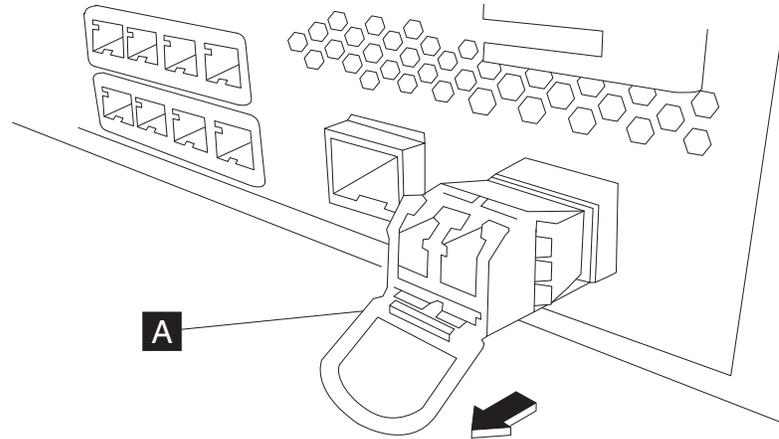

図 19. SFP+ トランシーバーの取り外し
- 図 19 に示すように、トランシーバー前面にある青色のラッチ(**A**)を引き下げます。